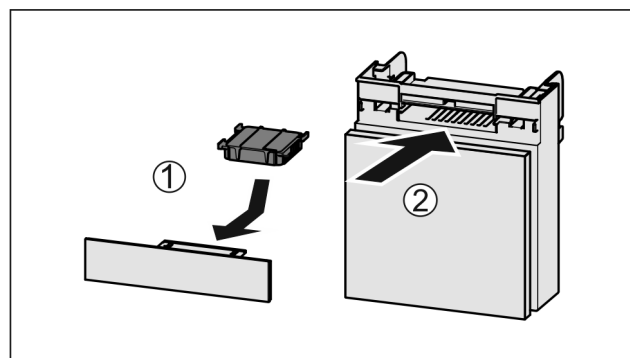

Fig. 173
- Anbring aktivkulfilteret som vis på billedet Fig. 173 (1).
- Skub rummet ind Fig. 173 (2).